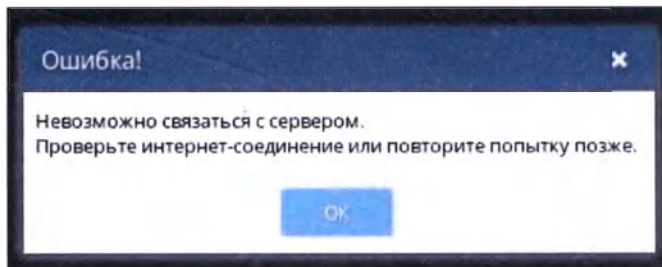

Рисунок 3. Сигнализация о нарушении интернет-соединения
– Комплекс сигнализирует о прекращении работы при нарушении интернет-соединения (Рисунок 3)